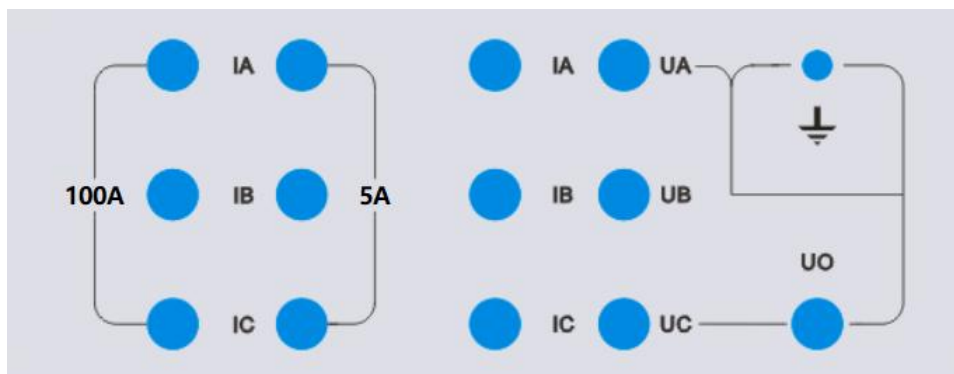

图 2
2、**接线测布局：**如图 2 所示，仪器机型、包装不同，面板稍有不同。